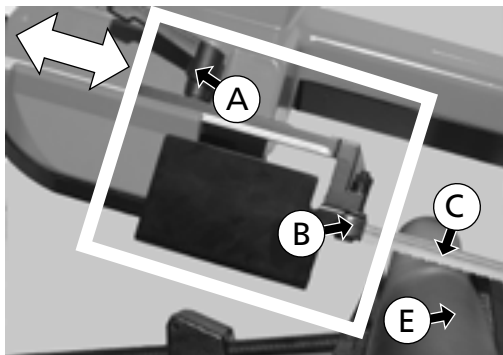

Abb. 23
1. Den Griff (A) lockern (Abb. 23).
Elemente auf Abb. 23 - 24